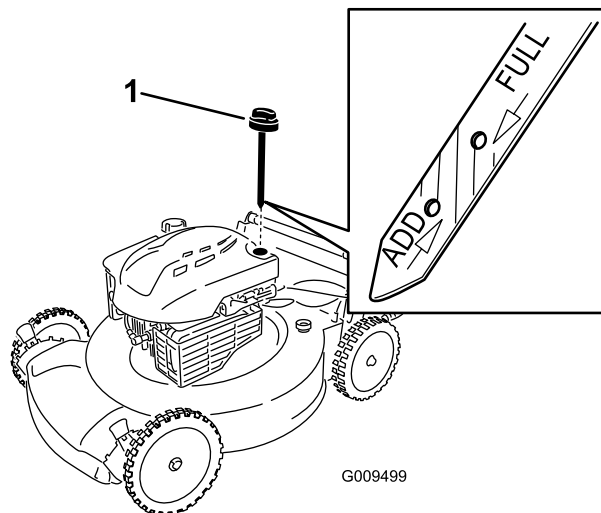

Bild 5
2. Entfernen Sie den Peilstab (Bild 5) und füllen Sie Öl in den Einfüllstutzen bis ca. 3/4 des Füllvolumens des Kurbelgehäuses ein.
5. Nehmen Sie den Peilstab heraus und lesen Sie den Ölstand am Peilstab ab, siehe Bild 5.